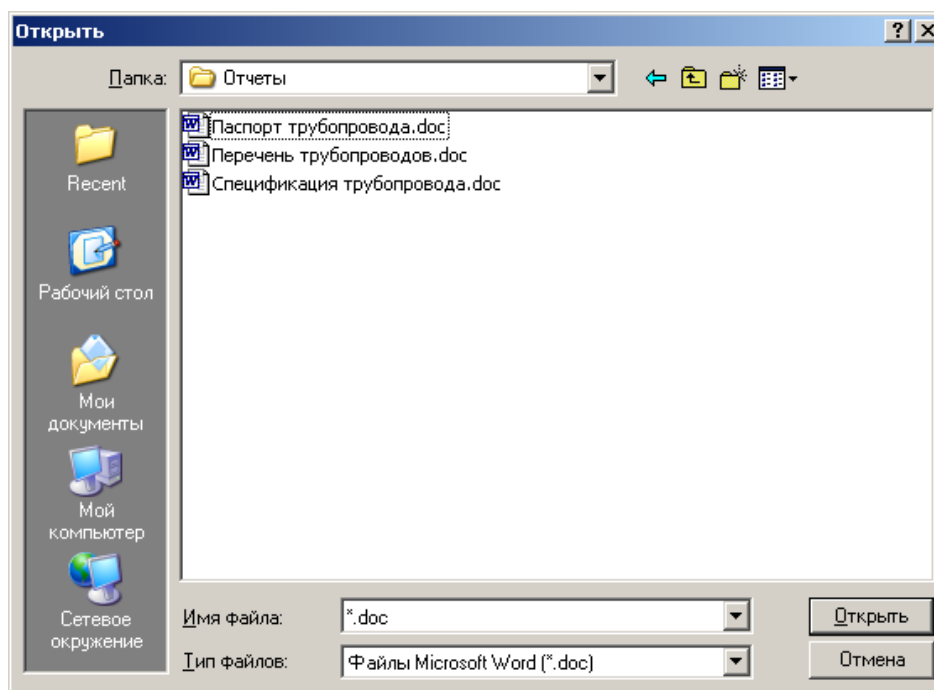

Рис. 3.10.4. Диалоговое окно для выбора файла
6. Указать местоположение файла на компьютере (рис. 3.10.4).
7. Нажать кнопку «Открыть» (рис. 3.10.4).